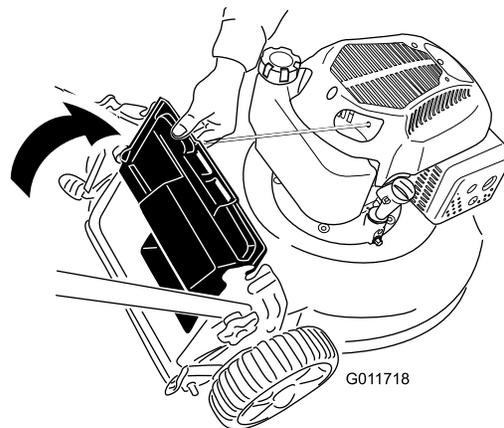

Figure 14
2. Soulevez le déflecteur arrière et maintenez-le dans cette position (Figure 14).